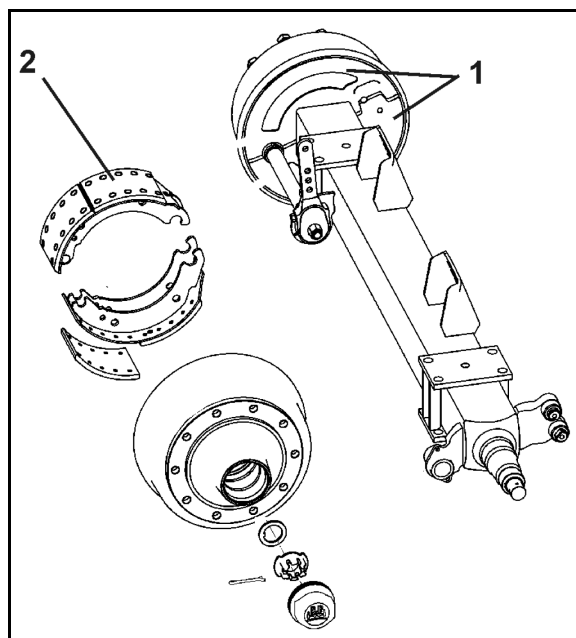

Fig. 60
1. Til kontrol af hjulnavslejesløret hæves akslen, indtil dækkene er fri (Fig. 60).